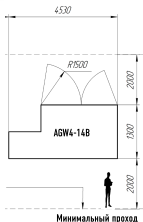

Рисунок 5
**⚠** Перед началом монтажа оборудования в цехе должна быть подготовлена площадка в соответствии со схемой установки оборудования (Рисунок 5). Необходимо выровнять пол и проложить траншеи.